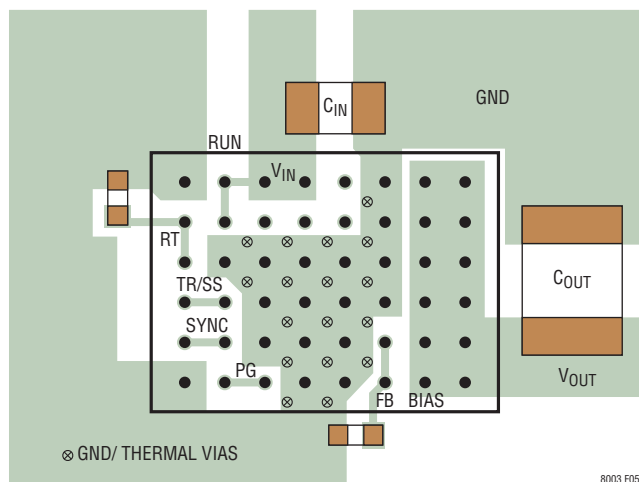

図5. 推奨の外付け部品、GNDプレーンおよびサーマル・ビアを示すレイアウト
プリント回路基板のレイアウトに関連した困難な問題のほとんどは、LTM8003による高度の集積化によって軽減されるか、解消されました。とはいえ、LTM8003はスイッチング電源なので、EMIを最小限に抑えて正しい動作を保証するには注意を払う必要があります。高度に集積化されていても、レイアウトが無計画だったり不適切だったりすると、規定された動作を実現できないことがあります。推奨レイアウトを図5に示します。接地と放熱に問題がないことを確認します。
6. ビアを使って、GND銅領域をボードの内部グラウンド・プレーンに接続します。これらのGNDビアを多数分散配置して、プリント回路基板の内部プレーンへの十分なグラウンド接続と熱経路の両方を与えます。図5のサーマル・ビアの位置と密度に注意してください。これらのビアは内部の電力を処理する部品に近接しているので、これらの位置で内部GNDプレーンに接続されているビアによって与えられるヒートシンク機能からLTM8003は恩恵を得ることができます。サーマル・ビアの最適個数はプリント回路基板の設計に依存します。例えば、ある基板では非常に小さなビア孔を使うことがあります。この場合、大きな孔を使う基板に比べて多くのサーマルビアを採用します。